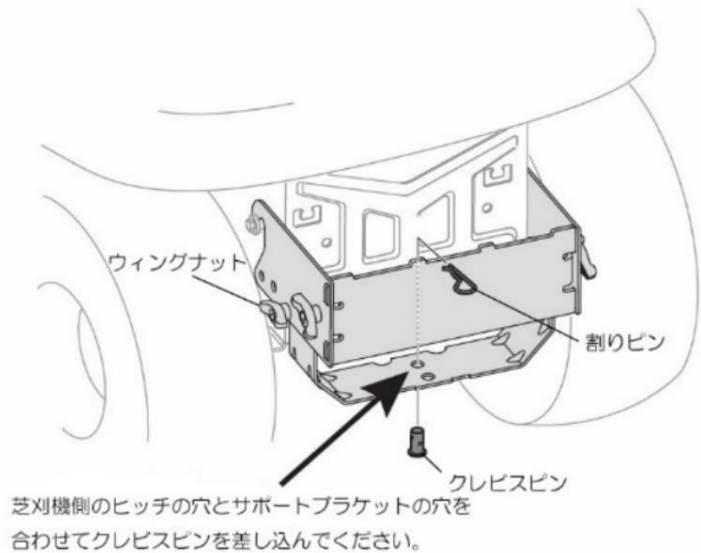

図 4
4. クレビスピンを芝刈機の穴とサポートブラケットの穴に通して、割りピンで固定します。図 4 を参照してください。下記の部品を使用します。